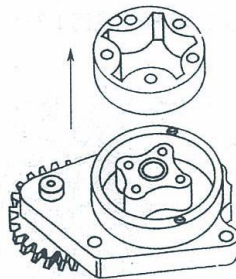
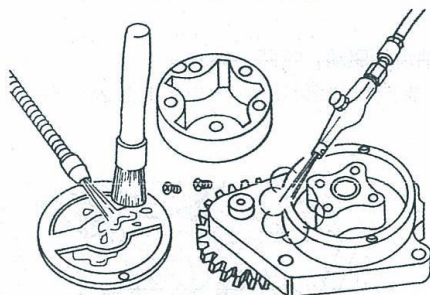

图 1-388 检查行星轮磨损情况
图 1-389 清洗机油泵零件
- 4) 拆下行星轮, 检查是否磨损过度, 见图 1-388; 清洗机油泵零件, 见图 1-389。